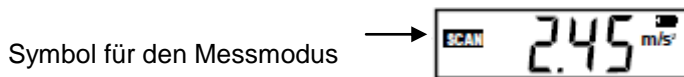

Fig. 2 (Messmodus)
3. Setzen Sie die Messspitze auf die zu messende Oberfläche vertikal auf. Drücken und halten Sie die Messtaste und das Messgerät beginnt mit der Beschleunigungsmessung. Wenn Sie die Taste wieder loslassen, wird der Wert durch die HOLD-Funktion gespeichert, der beim Loslassen gemessen wurde. Dieser Wert steht Ihnen dann für ca. 20 Sekunden zur Verfügung und verfällt mit der automatischen Abschaltung des Gerätes (Fig. 2).